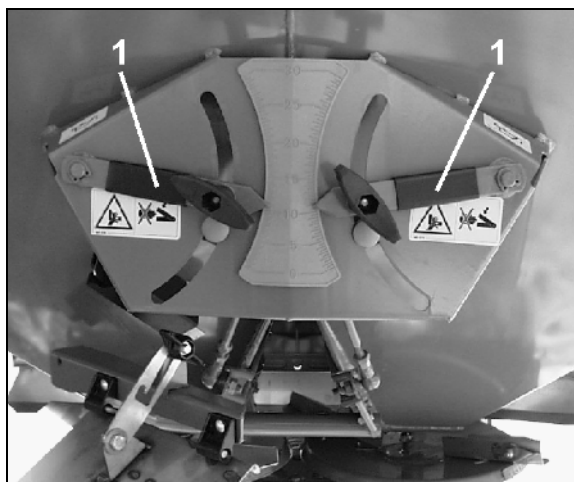

Рис. 102
- о кромка (Рис. 102/1) заслонки проходит точно через нижний угол (Рис. 102/2) выпускного отверстия